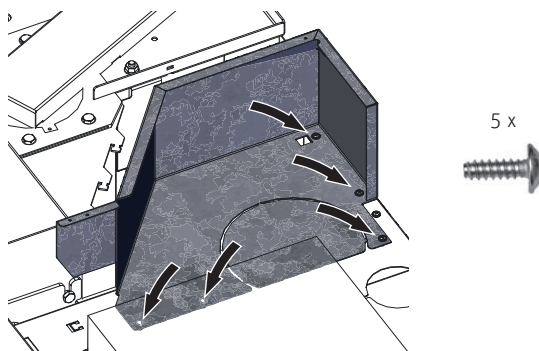

Fig. 54 Fissare il rivestimento con 5 viti autofilettanti
- ▶ Infilare il rivestimento sinistro superiore e fissarlo con 5 viti autofilettanti – Fig. 54.